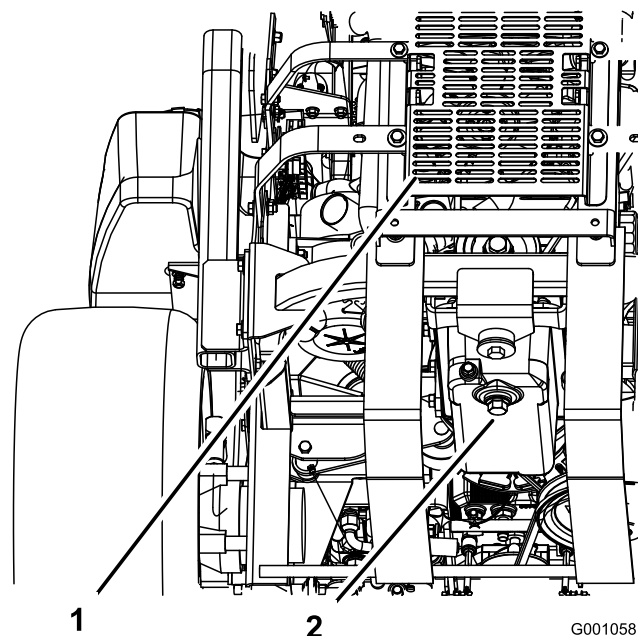

Figura 43
5. Collocate una bacinella sotto lo spurgo dell'olio. Togliete il tappo dell'olio e lasciate defluire completamente l'olio (Figura 43).